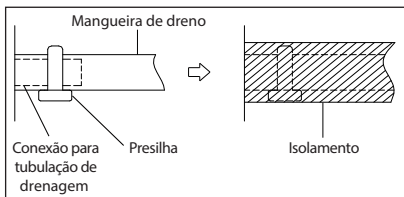

FIG. 44
- Encaixe a boca da mangueira de dreno na conexão para tubulação (na unidade) e fixe-as firmemente com uma presilha (Fig. 44).
- Faça o isolamento térmico da tubulação para evitar condensação e vazamento (Fig. 44).